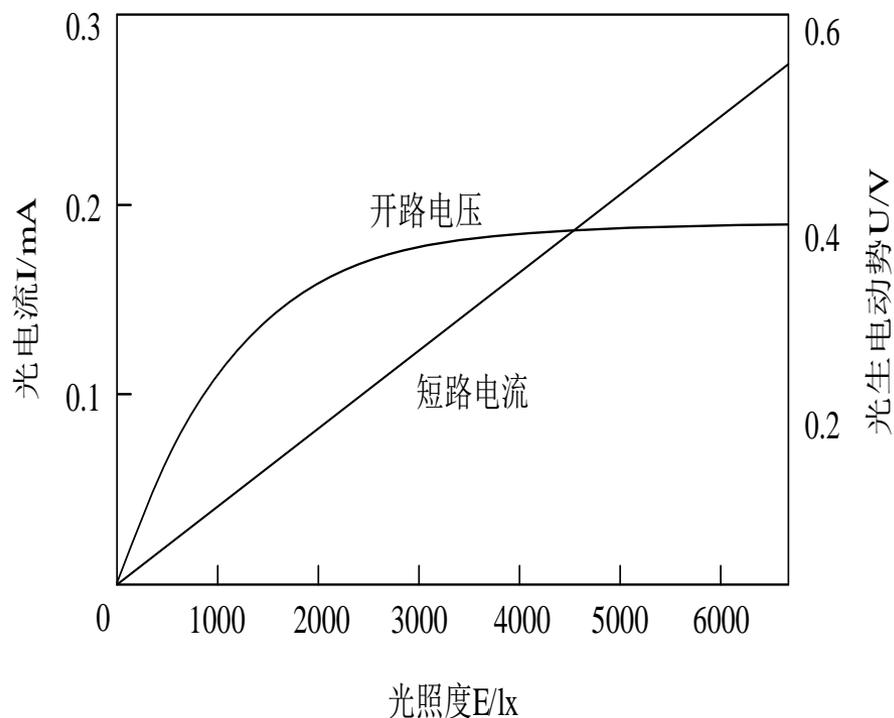

图7-29 硅光电池的光照特性
- 光电池在不同光照强度下可产生不同的光电流和光生电动势。硅光电池的光照特性如图7-29所示。由曲线可知，光生电流（短路电流）在很大范围内与光照强度成线性关系，光生电动势（开路电压）与光照度强度成非线性关系，并且光照度在2000lx时趋近于饱和。因此把光电池作为测量元件应用时，应把它看成电流源的形式来使用，不能用作电压源。